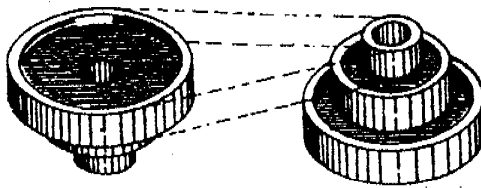

Figura 3 - Polea Entera
- *Polea entera*, generalmente de hierro fundido o de aluminio, de regular tamaño. No se construyen muy grandes, debido a su gran peso, lo que podría crear dificultad en el montaje (Figura 3).